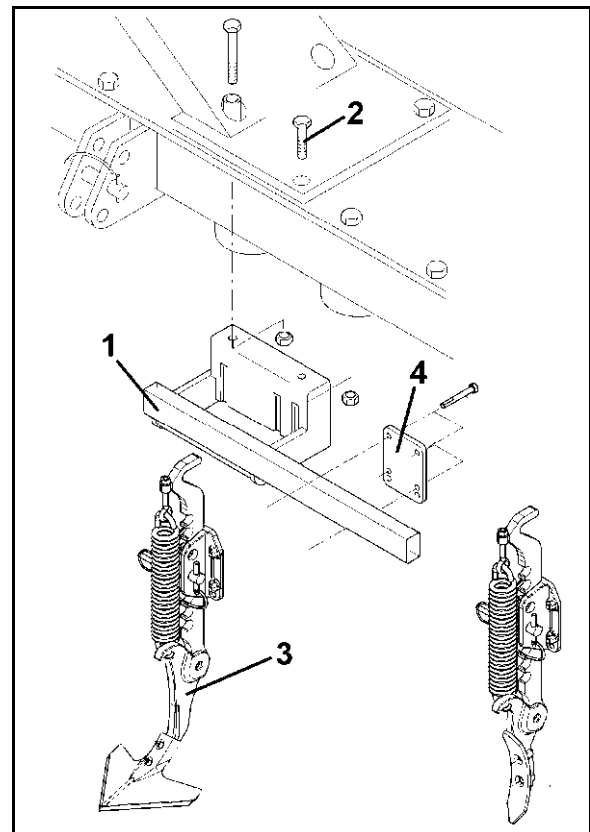

Fig. 24
Jordbearbejdningsredskabet kan anvendes med mindre arbejdsdybde, hvis disse dybe spor først er blevet afhjulpet af traktorsporløsnerne (Fig. 24).
2. Skru bærerøret (Fig. 24/1) fast på jordbearbejdningsmaskinen med to dækselbolte (Fig. 24/2).
3. Fastgør sporløsnerne (Fig. 24/3) med klemplader (Fig. 24/4) og skruer på bærerøret.